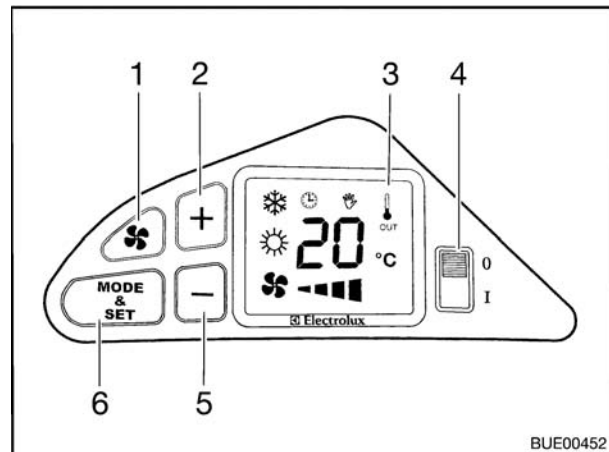

Fig. 150 Elementi di comando
- Posizionare l'interruttore di alimentazione (Fig. 150,4) su "I". Viene indicata la temperatura impostata.
- Impostare la temperatura desiderata con i tasti "+" (Fig. 150,2) e "-" (Fig. 150,5).
- Posizionare l'interruttore di alimentazione (Fig. 150,4) su "I".
- Premere il tasto "A" (Fig. 150,1).
- Impostare la velocità dell'aria desiderata con i tasti "+" (Fig. 150,2) e "-" (Fig. 150,5).
- Premere il tasto "MODE & SET" (Fig. 150,6) finché non appare il simbolo del raffreddamento sul display (Fig. 150,3).
- Premere il tasto "MODE & SET" (Fig. 150,6) finché non appare il simbolo del riscaldamento sul display (Fig. 150,3).
- Posizionare l'interruttore di alimentazione (Fig. 150,4) su "0".